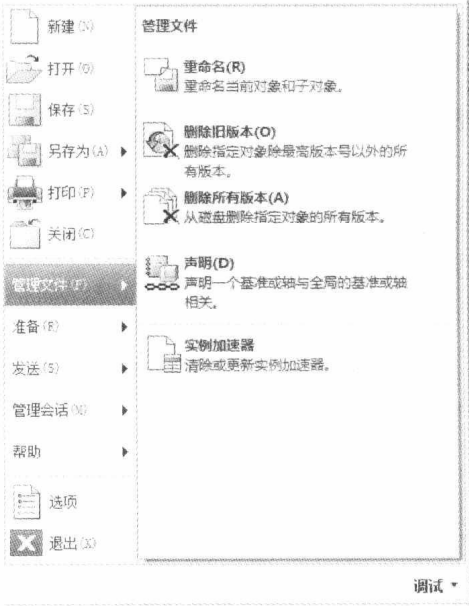

图 1-12 “文件”下拉菜单
(1) “文件”下拉菜单:其中包括新建、打开、保存、另存为、打印和关闭等文件操作工具,系统选项设置工具也在其中,如图 1-12 所示。